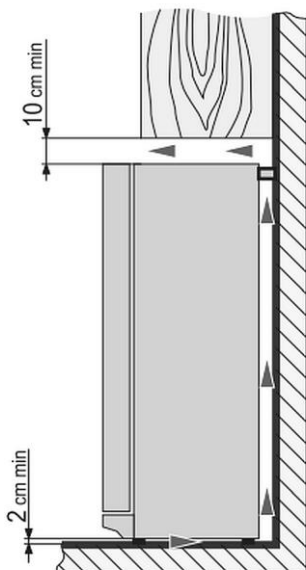

Fig. 6
- Manter uma distância de pelo menos 10 cm entre o topo do aparelho e objetos (por exemplo, um armário) acima dele (fig. 6).